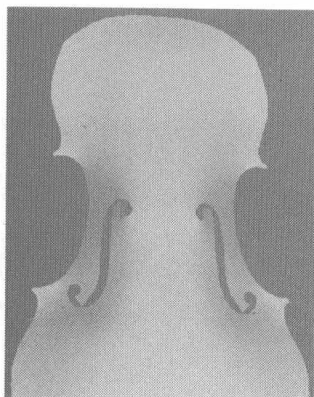
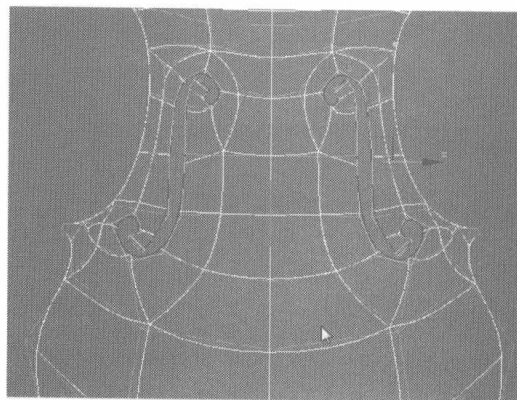
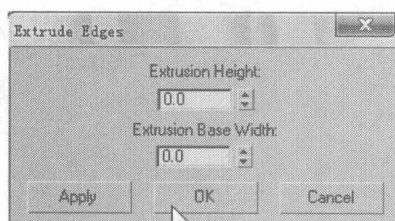
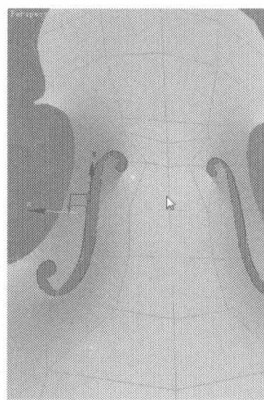

图 5.145
图 5.146
图 5.147
图 5.148
- 20 打开细分，将细分度设为 2，模型显示如图 5.145 所示。选择如图 5.146 所示的曲线，单击 **Extrude**  右边的小按钮，在弹出的对话框中设置如图 5.147 所示参数，模型显示如图 5.148 所示。